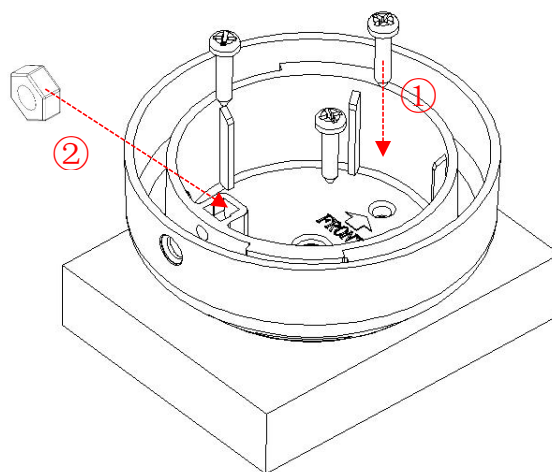

图 6 安装底座侧视图
3.2.4 固定孔取孔完成后，用随灯提供的 3 个 M4 底座固定螺丝（或用户根据自己实际的安装情况选用的其他螺丝）如图 6①所示将安装底座固定好；然后如图 6 ②所示确认 M4 螺母被正确地放置在底座的螺母卡槽内；